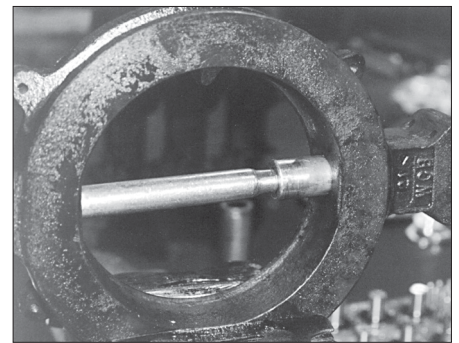

Figure 6 - Palier de l'arbre au niveau de la surface du trajet d'écoulement.
4. Frapper l'outil à l'aide d'un marteau afin de continuer à introduire le palier d'arbre jusqu'à ce qu'il se trouve au même niveau que la surface du trajet d'écoulement du corps. (Voir la figure 6.)